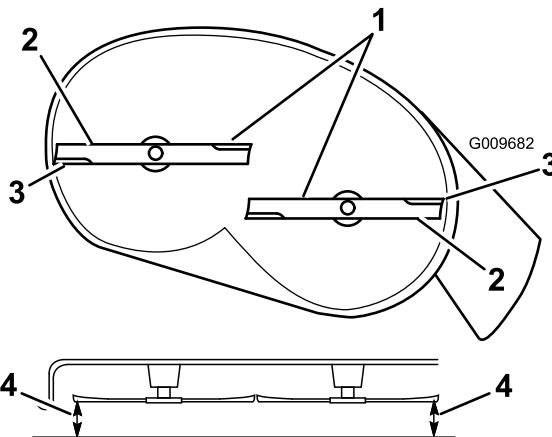
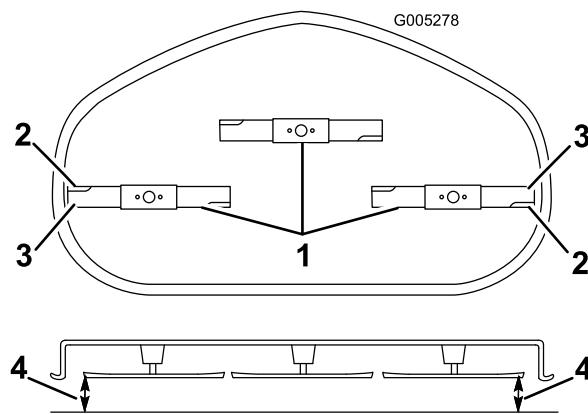

Figura 59
Figura 60
4. Girate con cautela le lame in modo che siano disposte tutte lateralmente (Figura 59 e Figura 60).
5. Misurate la distanza tra i taglienti esterni e la superficie piatta (Figura 59 e Figura 60). Se entrambe le misure non rientrano nella tolleranza di 5 mm è necessario regolare; proseguite l'operazione.